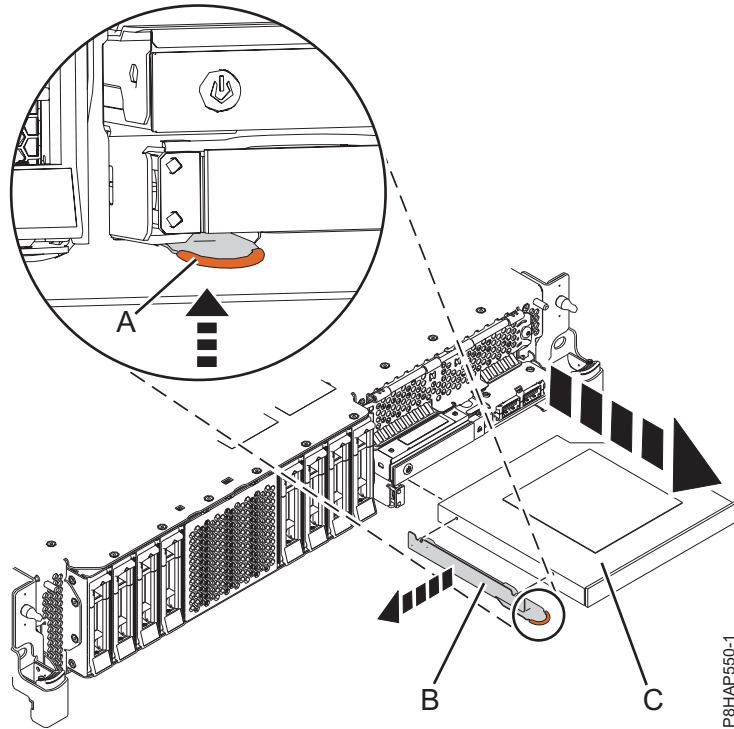
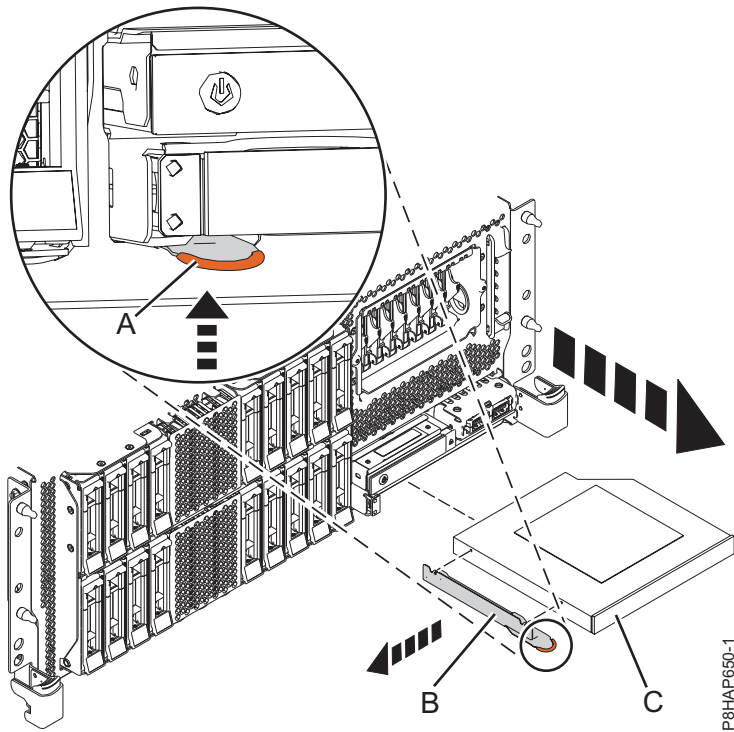
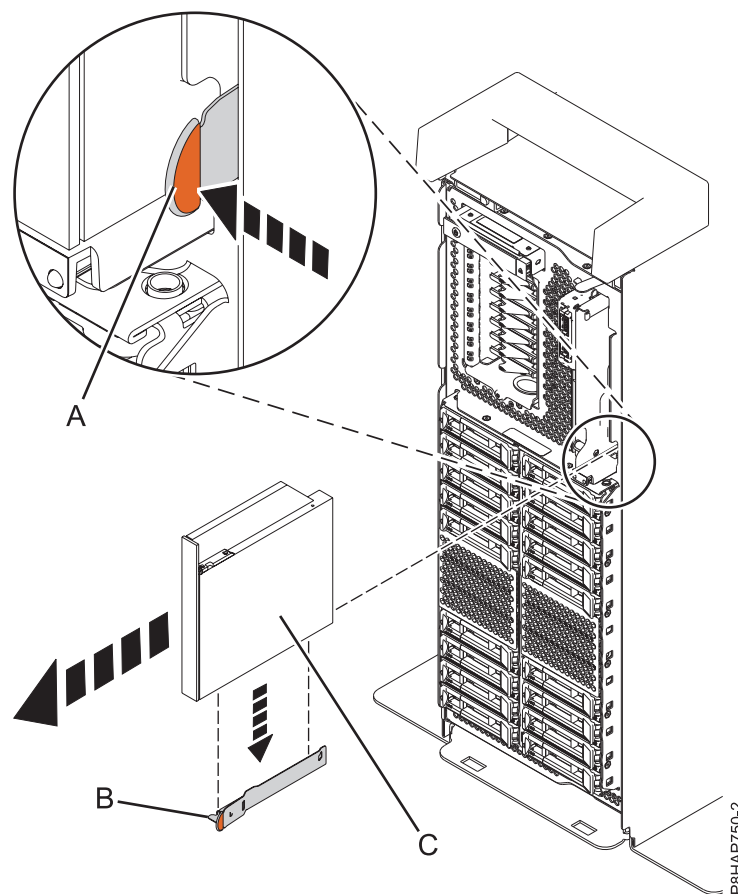

Figura 46. Extracció d'un dispositiu de suport d'emmagatzematge extraplà d'un sistema 5148-21L, 5148-22L, 8247-21L, 8247-22L, 8284-21A, o 8284-22A
Figura 47. Extracció d'un dispositiu de suport d'emmagatzematge extraplà d'un sistema 8247-42L, 8286-41A o 8286-42A muntat en bastidor
Figura 48. Extracció d'un dispositiu de suport d'emmagatzematge extraplà d'un sistema autònom
Per un sistema 5148-21L, 5148-22L, 8247-21L, 8247-22L, 8284-21A, o 8284-22A, consulteu Figura 46 a la pàgina 56, per un sistema 8247-42L, 8286-41A o 8286-42A muntat en bastidor, consulteu Figura 47 a la pàgina 56 o per un sistema 8286-41A autònom, consulteu Figura 48 a la pàgina 57.
6. Estireu el dispositiu de suport d'emmagatzematge extraplà (C) cap a fora del sistema, en la direcció mostrada a la figura Figura 46 a la pàgina 56, Figura 47 a la pàgina 56 o Figura 48.
8. Si esteu extraient el dispositiu de suport d'emmagatzematge extraplà com a part d'un altre procediment de servei, no extraieu la peça de subjecció (B) del dispositiu de suport d'emmagatzematge extraplà.
9. Si esteu extraient el dispositiu de suport d'emmagatzematge extraplà que ha fallat i substituint-lo per un dispositiu de suport d'emmagatzematge extraplà nou, heu de treure la peça de subjecció (B) per utilitzar-la amb el dispositiu de suport d'emmagatzematge nou. Traieu la peça de subjecció que subjectant el punt de color terracota i fent-lo sortir del dispositiu de suport d'emmagatzematge que es mostra a Figura 46 a la pàgina 56, Figura 47 a la pàgina 56 o Figura 48.
10. Guardeu la peça de substitució (B) en un lloc segur.